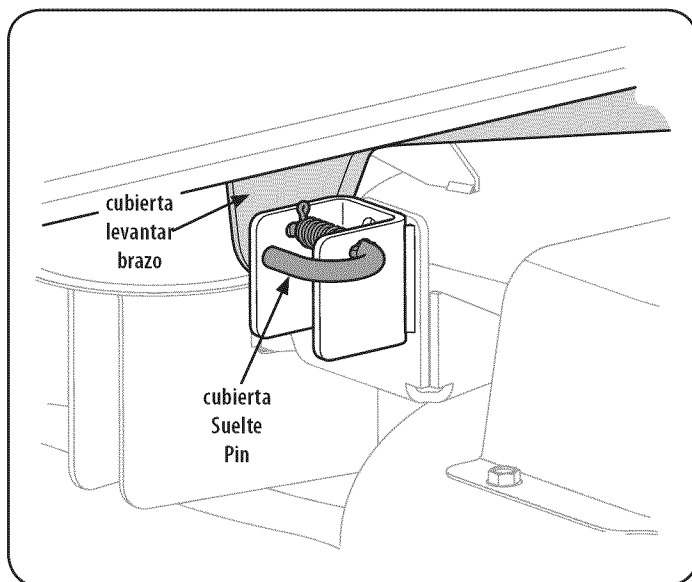

Figura 34
7. Busque la LH y RH clavijas de liberación de la cubierta en cada lado de la cubierta. Tire de los pasadores de liberación hacia fuera y libere la cubierta de la LH y RH brazos de elevación de la plataforma. Ver Figura 34.
4. Tire de los pasadores de liberación de la cubierta hacia el exterior y la maniobra de la cubierta según sea necesario para alinear los orificios de los brazos de elevación de la cubierta con los bolos. Consulte la Figura 34 .